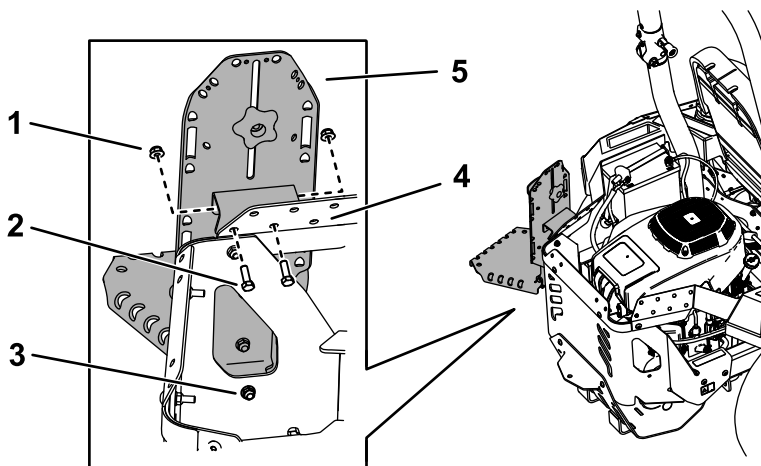
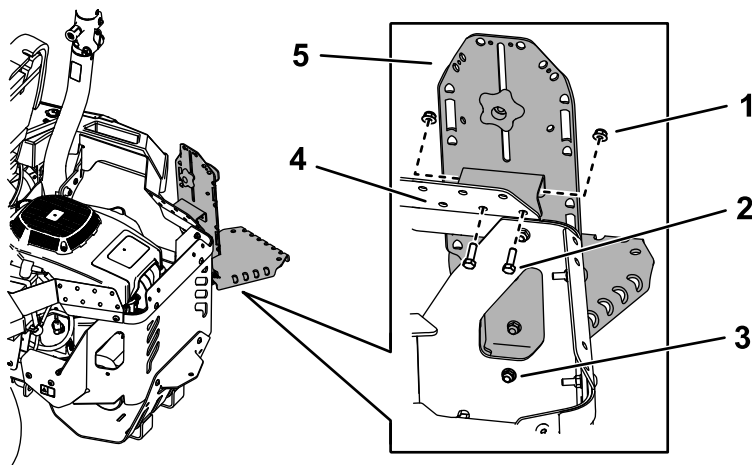

Рисунок 13
Рисунок 14
1. Закріпіть вузол кріплення на боковому верхньому кожусі, використовуючи 2 гвинта (5/16 x 1 дюйм) і 2 гайки (5/16 дюйма), як показано на рисунку Рисунок 13 або Рисунок 14.
3. Закріпіть нижню частину головного кронштейна на кожусі двигуна, використовуючи 1 каретний гвинт (5/16 x 7/8 дюйма) та 1 гайку (5/16 дюйма), як показано на рисунку Рисунок 13 або Рисунок 14.